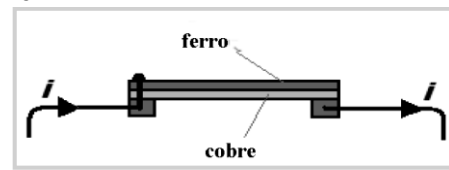

Figura 1
16. (UFRN/2010) A figura 1, abaixo, mostra o esquema de um termostato que utiliza uma lâmina bimetalica composta por dois metais diferentes – ferro e cobre – soldados um sobre